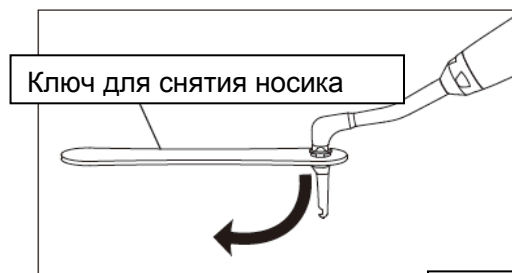

Рис. 7
- 5) After treatment, remove the Nozzle Tip from the Perio Mate Handpiece using the Nozzle Tip Remover and dispose of it (Fig. 7).
- 5) После лечения удалите носик с наконечника Perio Mate при помощи ключа для снятия носика и утилизируйте носик (Рис. 7).